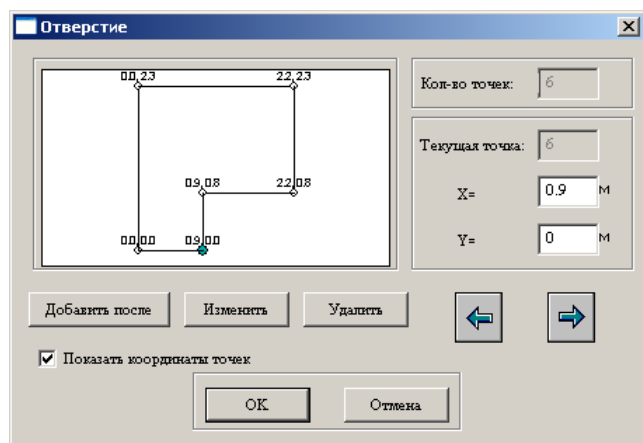

Рис.1.6.7. Окно диалога **Отверстие**
- в окне диалога **Отверстие** (рис. 1.6.7) выполните следующие действия: